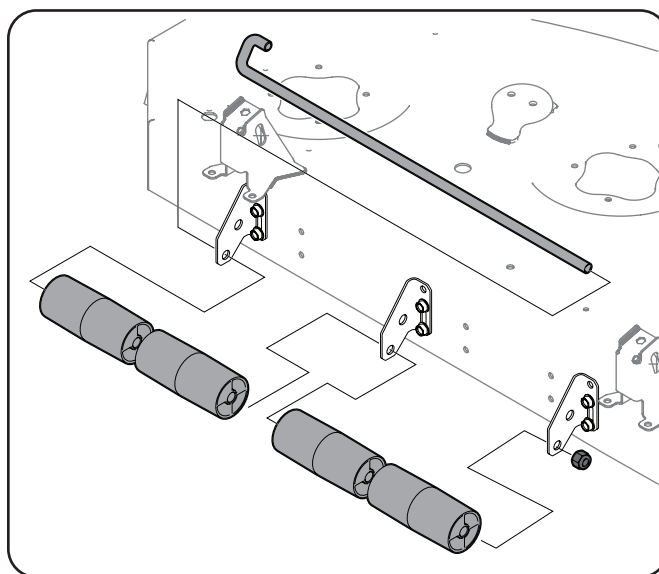

Figure 1-3
2. Debe alinear los rodillos (n.º 5) dentro de las ménsulas (2 por cada conjunto de ménsulas) y deslizar el pasador de rodillo (n.º 3) a través del centro de los rodillos y dentro del orificio de montaje de la ménsula de rodillo de lado derecho. Consulte la Figure 1-3.
3. Sujete el extremo del pasador de rodillo con una tuerca de seguridad de $\frac{1}{2}$ " (n.º 4). Consulte la Figure 1-3.